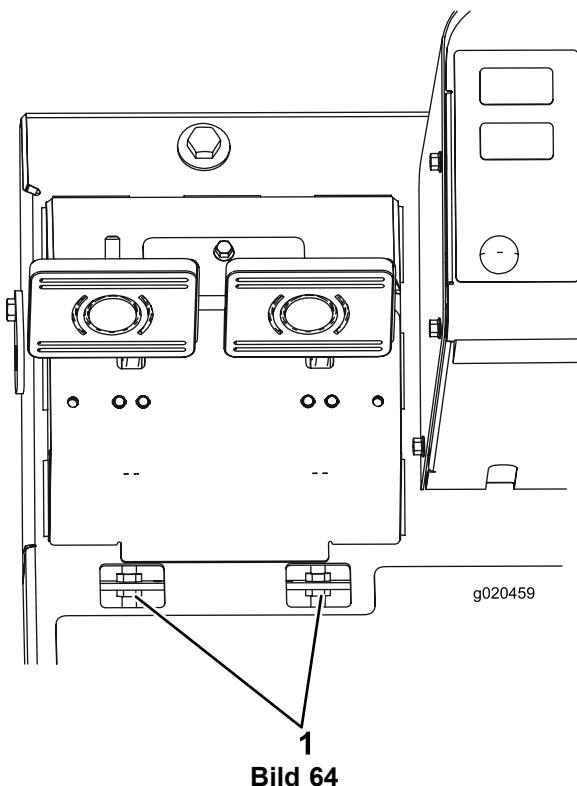

Bild 64
- B. Lockern Sie die vordere Mutter an der Gewindeseite des Bremszuges (Bild 64).